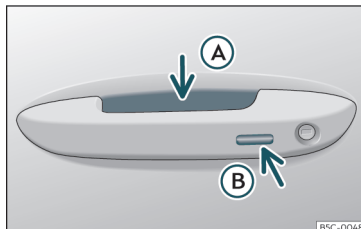

Fig. 81 Maniglia della porta: superfici sensibili
>>> **fig. 81**
- Impugnare la maniglia di una delle porte anteriori. Facendolo si tocca la superficie sensibile >>> fig. 81 A (freccia) della maniglia e si sblocca il veicolo.
- Toccare *una volta* la superficie sensibile di blocco >>> fig. 81 B (freccia) della maniglia di una delle porte anteriori. La porta della maniglia azionata dovrà essere chiusa.
- Toccare *una volta* la superficie sensibile >>> fig. 81 B (freccia) della maniglia di una delle porte anteriori. Il veicolo si blocca grazie al sistema di sicurezza "Safe" >>> pag. 108. La porta della maniglia azionata dovrà essere chiusa.
- Toccare *due volte* la superficie sensibile >>> fig. 81 B (freccia) della maniglia di una delle porte anteriori per bloccare il veicolo senza attivare il sistema di sicurezza "Safe" >>> pag. 108.
- Premere il pulsante di chiusura  del telecomando e, entro i 5 secondi successivi, toccare una volta la superficie sensibile di blocco della maniglia della porta del conducente »» **fig. 81** . Non afferrare la maniglia della porta, altrimenti il veicolo non si bloccherà. È
Per **chiudere con la funzione comfort** tutti i finestrini elettrici e il tettuccio di vetro, mantenere un dito per alcuni secondi sulla superficie sensibile di blocco »» **fig. 81**  (freccia) della maniglia della porta finché non si saranno chiusi i finestrini e il tettuccio.
Le superfici sensibili delle maniglie delle porte potrebbero essere attivate da un getto d'acqua o vapore a forte pressione nel caso in cui vicino al veicolo vi sia una chiave valida. Se almeno uno dei finestrini dotati di alzacristalli elettrico è aperto e si attiva in modo permanente la superficie sensibile >>> **fig. 81**  (freccia) di una delle maniglie, si chiuderanno tutti i finestrini.
• **OPPURE:** toccare *due volte* la superficie sensibile situata sulla parte esterna della maniglia della porta >>> **fig. 81 B**.